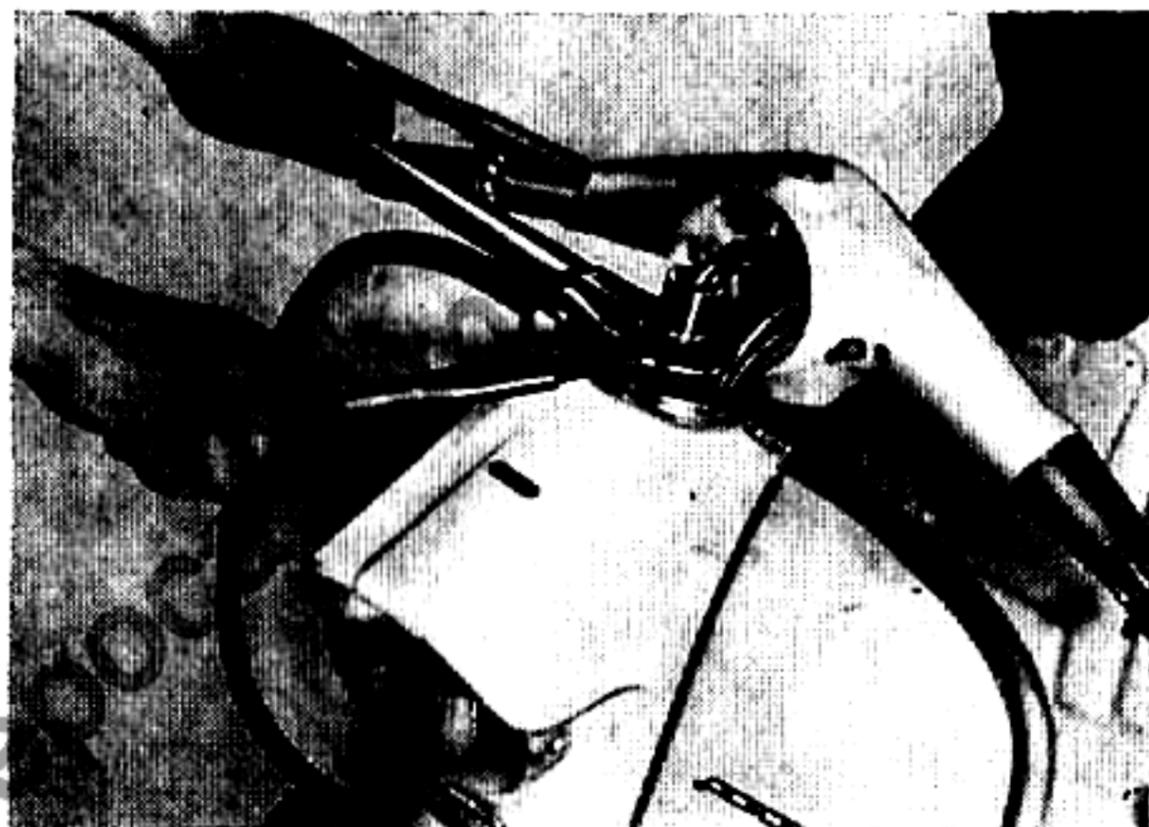

Fig. 33
**49** Smontare il manubrio (vedi op. 48), svitare la ghiera per registro sterzo e l'anello per gabbietta (attrezzi n. 40490 e 40482) e sfilare la forcella anteriore. Vedi fig. 33.